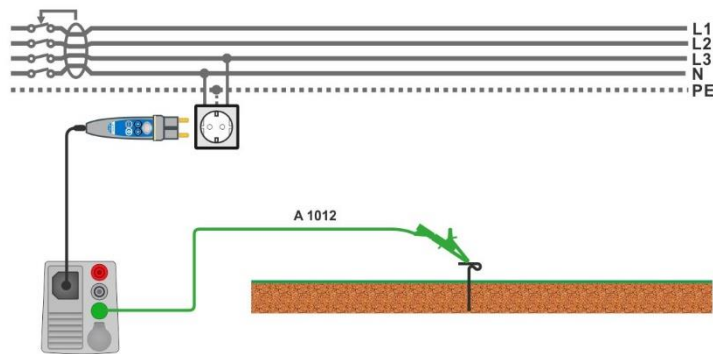

Abbildung 7.48: Anschluss für die Uc(P) Messung
- › Schließen Sie die Prüfleitung an den P/S - Anschluss und an den externen geerdeten Punkt an (optional, siehe **Abbildung 7.48**).